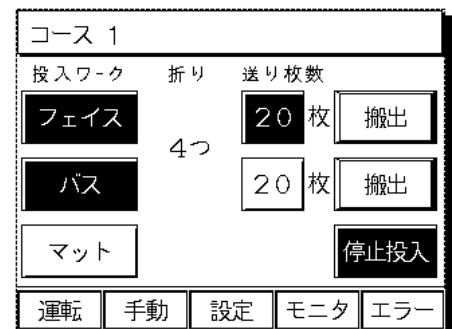

図7-7
4) 停止投入の設定(図7-7): (オプション)
7.3.1 運転手順(図7-7)